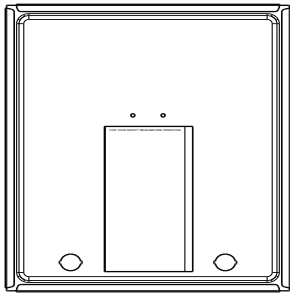

Fig. 24 – Emplacement du livret d'information
- Retirez un des bouchons en caoutchouc inutilisés de l'orifice sur la boîte collectrice, à l'opposé du siphon de condensat. Consultez la Fig. 24.
**REMARQUE :** Notez le code d'état de la DEL AVANT de retirer le panneau d'accès à la soufflante ou de couper l'alimentation de 115 V de la chaudière. Pour obtenir la légende des codes d'entretien, consultez la brochure à l'intérieur du panneau de service de la chaudière. Consultez la Fig. 24.